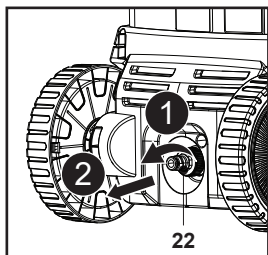

Fig. 21
1. Scoate adaptorul (22) de la racordul de admisie a apei (12) (fig. 21).